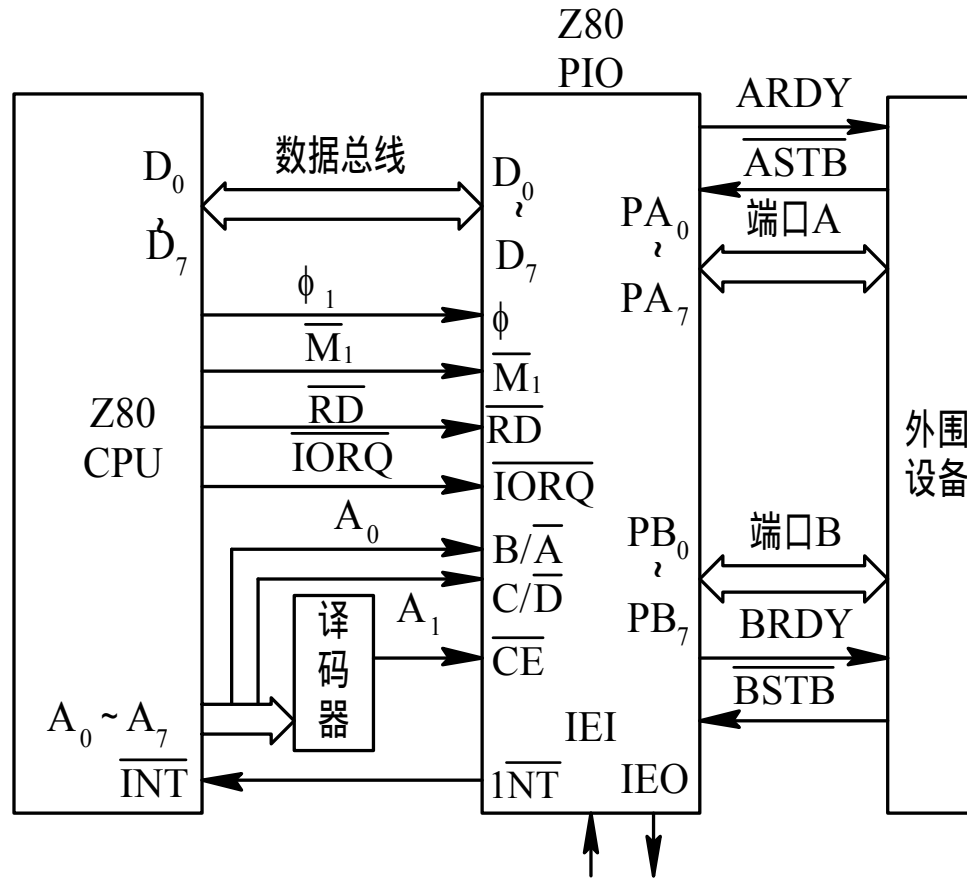
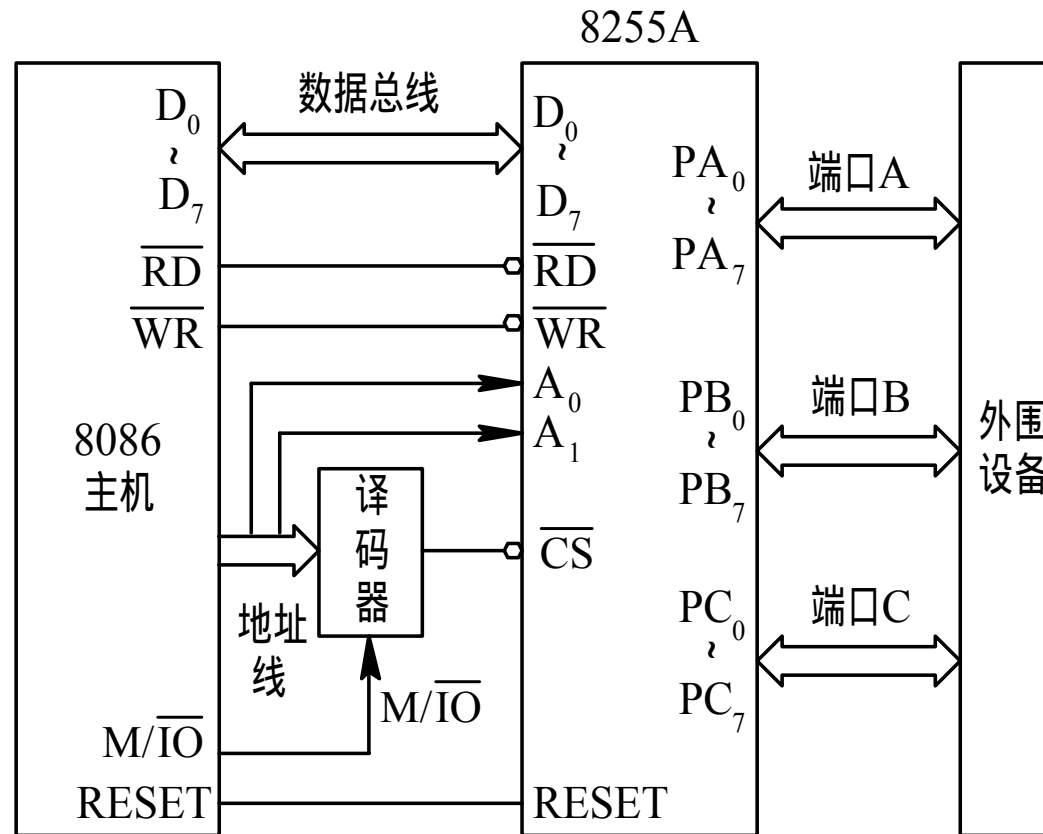
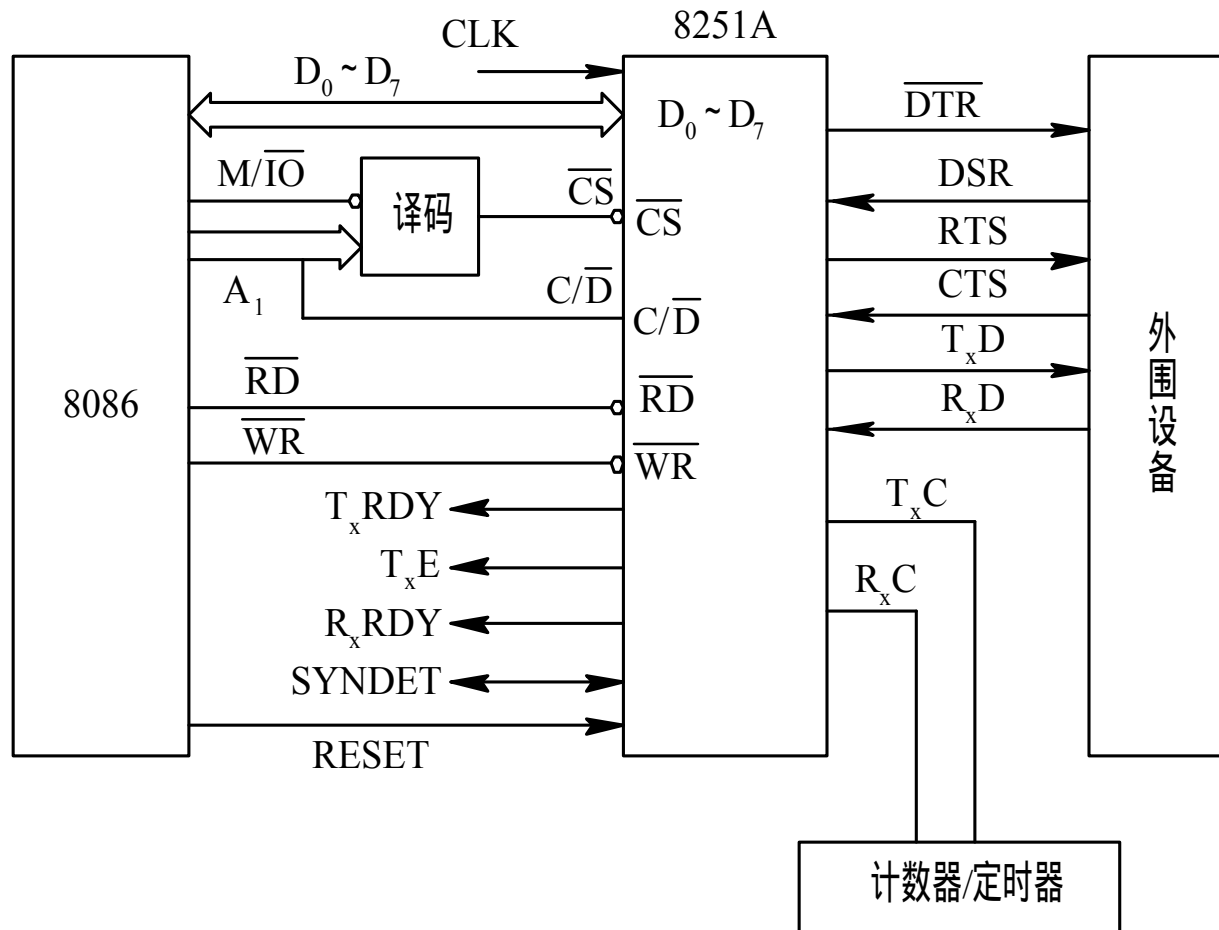

图7-13 Z80PIO与CPU和外设的连接
图7-14 8255A与CPU和外设的连接
图7-15 8251A与CPU和外设的连接
- 图7-13、图7-14和图7-15中，分别画出了典型的I/O接口芯片Z80PIO、8255A和8251A与CPU和外围设备的连接关系。由图7-13、图7-14和图7-15可见，接口芯片与CPU之间必要的连接信号有下列4类：
(1) 数据信号 $D_0 \sim D_7$ 。
(2) 读/写控制信号 \overline{RD} 、 \overline{WR} (或 \overline{IOR} 、 \overline{IOW})
(3) 片选信号CS和地址线 A_1 、 A_0 。
(4) 时钟、复位、中断控制、联络信号等控制信号。